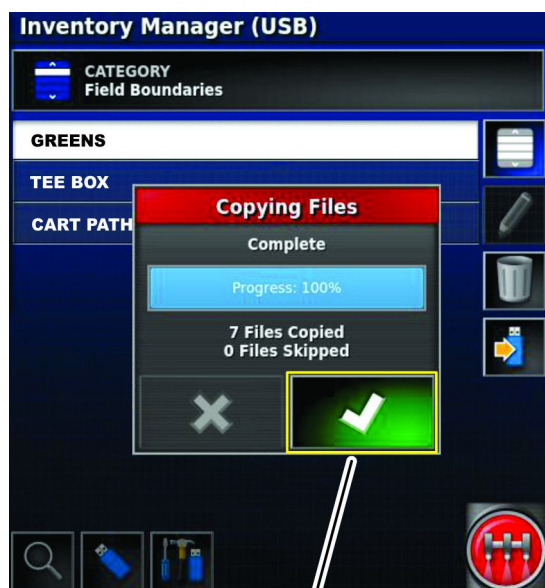

Figura 106
9. En el cuadro de diálogo Exportando archivos, pulse el icono Confirmar (Figura 106).